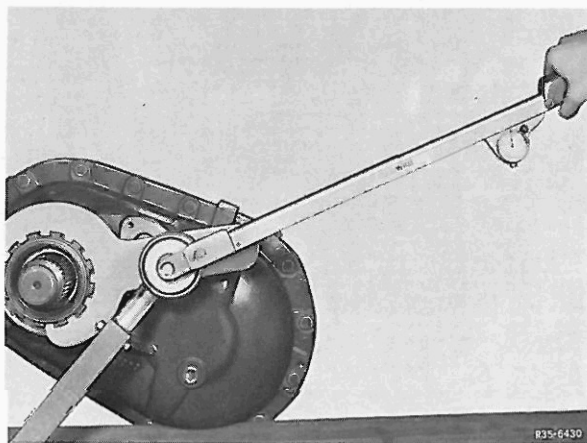

Bild 74
- 5 Den Gewinding mit Klauenschlüssel 395 589 02 07 00, Drehmomentschlüssel 001 589 39 21 01 in Verbindung mit Übersetzungsschlüssel 000 589 37 63 00 mit dem vorgeschriebenen Anziehdrehmoment anziehen (Bild 74).